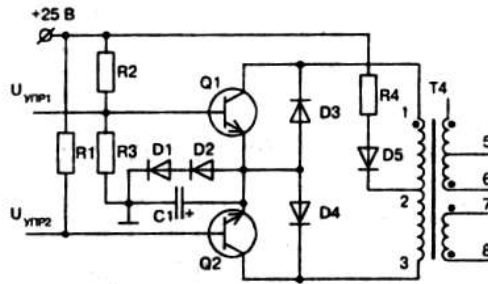

Рис. 9. Транзисторный каскад управления
*Схема управления.* Управление транзисторами полумостового преобразователя осуществляется каскадом на транзисторах Q1, Q2 (рис. 9). Кроме этой функции схема управления осуществляет согласование и гальваническую развязку мощных силовых каскадов от маломощных цепей управления. Транзисторы Q1, Q2 схемы работают в ключевом режиме с соединенными эмиттерами поочередно. Коллекторными нагрузками являются полуобмотки трансформатора T1 (выводы 1-2, 2-3), в среднюю точку которого (вывод 2) подается питание на схему через элементы R4, D5. Диод D5 предотвращает влияние сигналов в первичных обмотках трансформаторов на работу ШИМ-формирователя по шине питания. Резисторы R1, R2 и R3 формируют смещение в цепи базы транзисторов Q2 и Q1 соответственно. Импульсы управления с микросхемы ШИМ-формирователя поступают на базы транзисторов схемы. Под воздействием управляющих импульсов один из транзисторов, например Q1, открывается, а второй Q2, соответственно, закрывается. Надежное запираение транзистора осуществляется цепочкой D1, D2, C1. Наличие конденсатора C1 способствует поддержанию запирающего потенциала во время «паузы». Диоды D3, D4 предназначены для рассеивания магнитной энергии, накопленной полуобмотками трансформатора. Наличие транзисторов в выходном каскаде микросхемы позволяет выполнить эту схему без использования дополнительного транзисторного каскада.